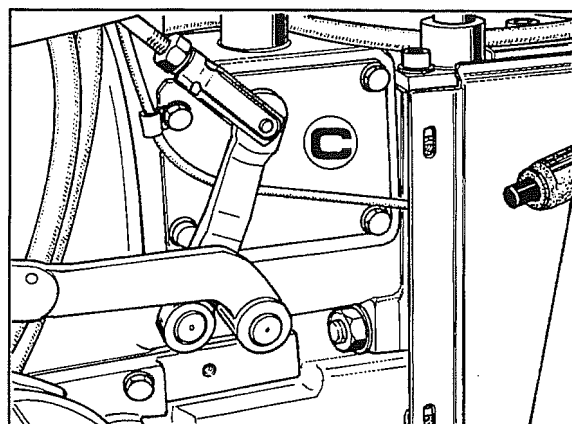

Fig. 2
- 2 Togliere il coperchio **C** fig.2 e quello sul lato opposto.